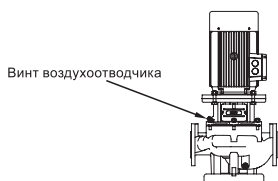

Рис. 7 Положение вентиляционного винта
1. Закройте выпускной, запорный клапан и ослабьте винт воздухоотводчика в опоре двигателя. fig.7.
2. Ослабьте винт вентиляционного отверстия. н.с. fig. 7.
3. Проветривайте насос во время пуска, ослабляя вентиляционный винт в опоре двигателя до тех пор, пока из вентиляционного отверстия не пойдет постоянный поток жидкости. fig. 7.